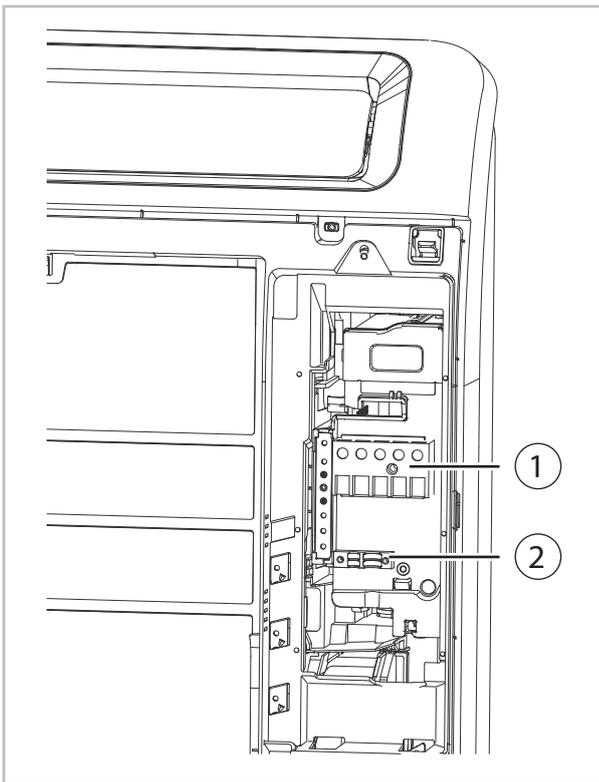

Abb. 31: Elektrischer Anschluss
3. ➔ Lösen Sie die Schrauben am Klemmblock und der Zugentlastung (siehe Abb. 31) und entfernen Sie den Teststecker.